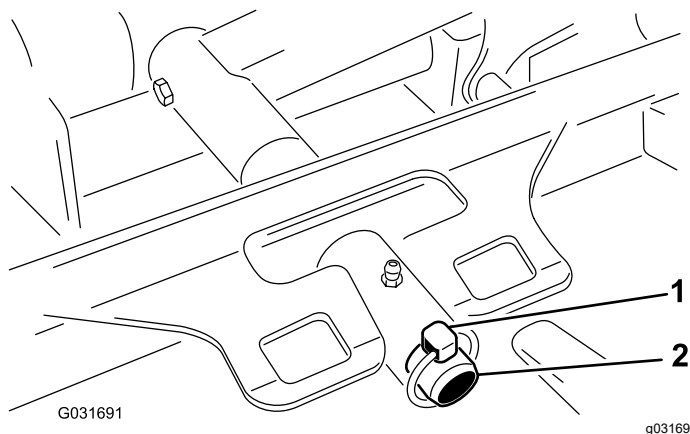

Рисунок 64
3. Извлеките шплинт, который крепит несущую раму деки к оси поворота подъемного рычага (Рисунок 64).
3. Наденьте несущую раму деки на ось поворота подъемного рычага и закрепите ее при помощи шплинта с кольцом (Рисунок 64).